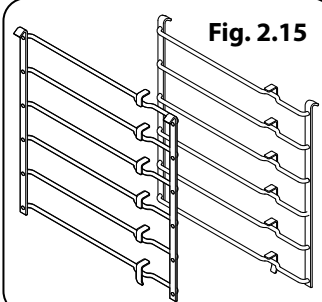

Fig. 2.16
1. Placera öppningen i det övre bakre spåret på sidostödet (med löpskenan i inskjutet läge) (Fig. 2.16). Fortsätt inte längre än till öppningen i detta läge.
2. Lyft löpskenans främre del för att placera det främre spåret mot sidostödet (Fig. 2.16).
3. Tryck in löpskenan mot ugnens bakre del. Haken på framsidan kommer att lyftas och sänkas för att hålla löpskenan på plats (Fig. 2.16).